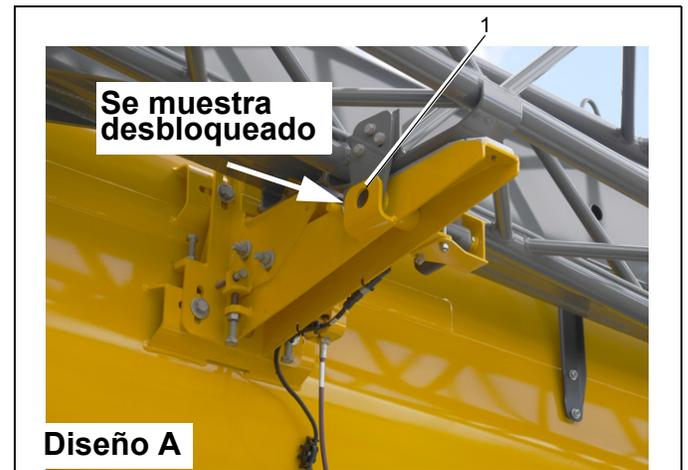

FIGURA 6-149
7. Verifique que el pasador N.º 1 esté desbloqueado (1, Figura 6-149).